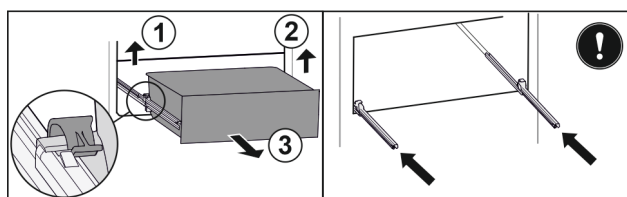

Fig. 116
- ▶ Podnieść lewy zacisk i wysunąć jednocześnie szufladę po lewej do przodu. Fig. 116 (1)
- ▶ Podnieść prawy zacisk i wysunąć jednocześnie szufladę po prawej do przodu. Fig. 116 (2)
- ▶ Wyjąć szufladę do przodu. Fig. 116 (3)